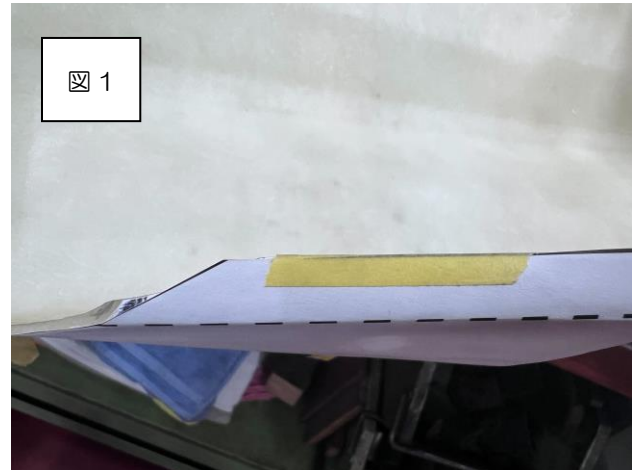

図 1
- (図1) (図2) を参考に、型紙の実線を従来のカットラインに合わせ、カットラインをケガキます。